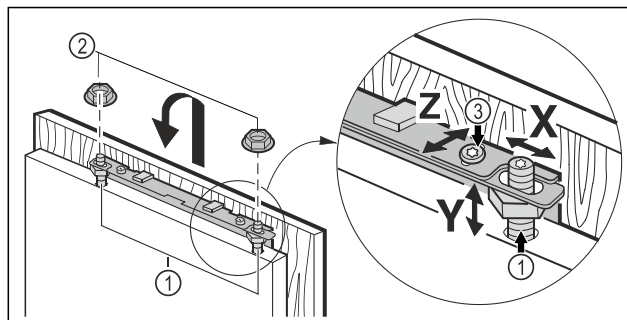

Fig. 63
- Zavěste nábytková dvířka na ustavovací čepy Fig. 63 (1) a pojistné matice Fig. 63 (2) a na ně volně našroubujte pojistné matice.
- Nábytkové dveře vyrovnejte ve výšce Y a ve stranovém sklonu: Ustavovací čepy Fig. 63 (1) nastavte šroubovákem.
- Pojistné matice Fig. 63 (3) dotáhněte.